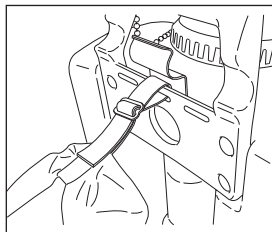

Figure 2.
2. Installez la sangle simple des bandoulières à travers la fente centrale de la poignée de transport. Tirez la sangle sur la barre et fixez à travers la boucle. **Voir la figure 2.**